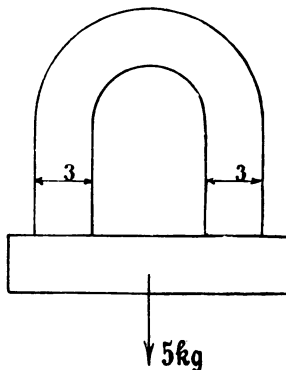

Abb. 39.
129. Ein Hufeisenmagnet ist imstande, an seinem Anker 5 [8] (20) kg zu tragen (Abb. 39). Seine Dicke senkrecht zur Papierebene beträgt 1 [1,5] (4) cm, die Breite 3 [4] (5) cm. Wie groß ist hiernach die Induktion zwischen den Übergangsstellen von Magnet und Anker, und wie viele Kraftlinien gehen vom Nordpol zum Südpol?